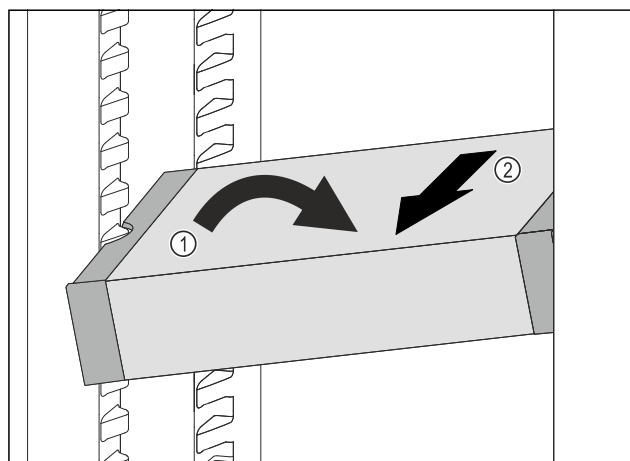

Fig. 79
- ▶ VarioSafe postavte v chladničce šikmo. Fig. 79 (1)
- ▶ VarioSafe odeberte směrem dopředu. Fig. 79 (2)